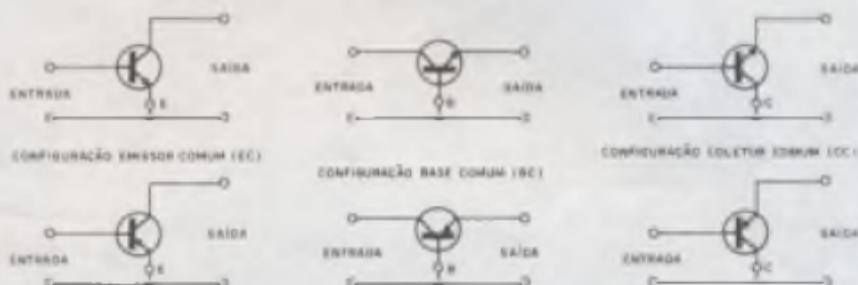

Figura 43
Além da configuração EC, um transistor pode ser montado em mais outras duas configurações: base comum (BC) e o coletor comum (CC) cada uma delas apresentando propriedades bem definidas e características bem particulares; devido aos propósitos deste trabalho não iremos nos deter na análise de cada uma dessas montagens, talvez em futuro próximo elaboraremos um trabalho específico sobre esse tópico. Mas para que o leitor não fique a "ver navios" mostraremos, através da figura 43, a estrutura básica dessas três montagens — o leitor deve proceder a uma análise superficial sobre elas.